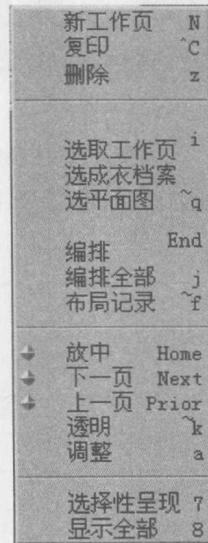

图 1-4
(3) 【工作页】实现对工作页的操作，如新工作页、复印或删除工作页、编排工作页等，如图 1-4 所示。